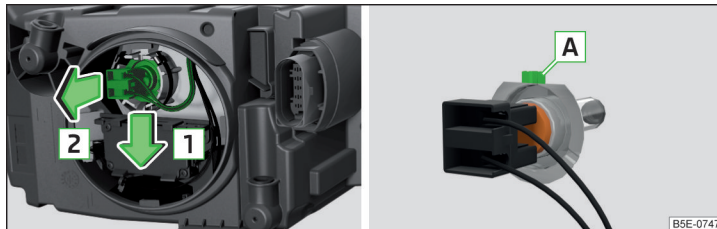

Abb. 358 Glühlampe für Abblendlicht wechseln
- › Den Stecker mit der Glühlampe in Pfeilrichtung **1** lösen » Abb. 358.